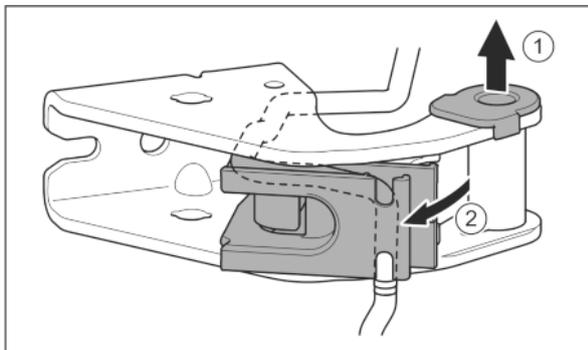

Fig. 25
- ▶ Lagerbuchse aus Führung ziehen. Fig. 25 (1)
- ▶ Kabelhalterung ausschwenken. Fig. 25 (2)